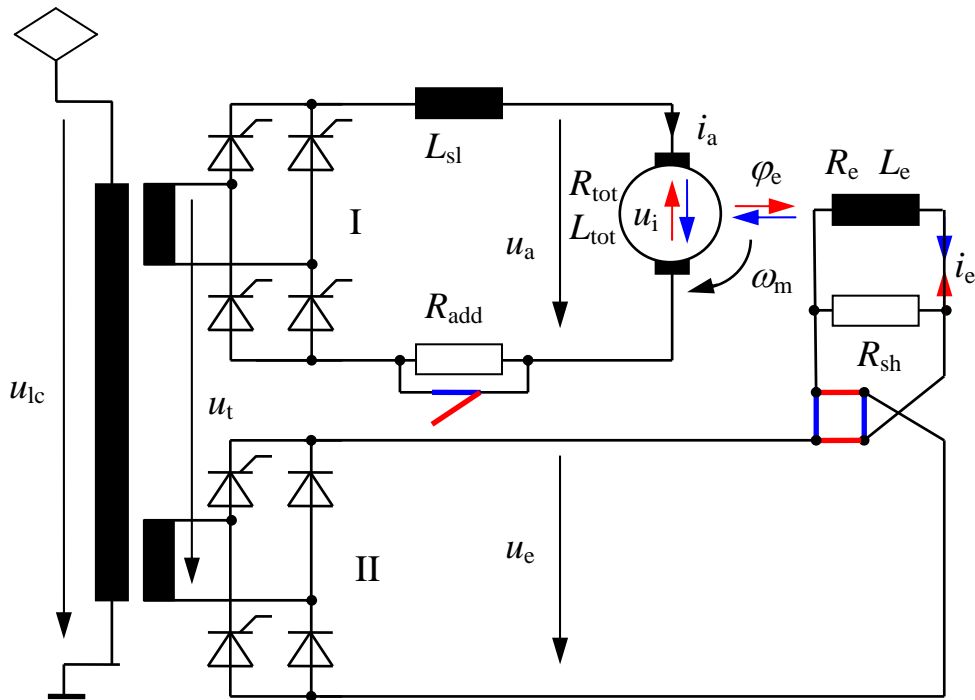

Fig. 4.145 Gleichstrommotor und Fremderregung: in **Fahren** und in **Nutzbremse**.
So in Fahren als in Bremsen kann man Fremderregung benutzen, mit einem anderen Transformatorsekundär und einem weiteren Gleichrichter (Fig. 4.145). Der Erregergleichrichter (II) kann so gesteuert werden, dass der Erregerstrom  $i_e$  den Ankerstrom  $i_a$  bis voll Öffnung des Hauptgleichrichter (I) folgt. Man heisst diese Schaltung fremderregter Motor mit Reihenschlusscharakteristik (RhB: Be 4/4). Die Kennlinie findet man auf Bild 4.143. Der Erregerstrom kann auch konstant bis voll Öffnung des Hauptgleichrichter gesteuert (SJ: X1). Die Kennlinie findet man auf Bild 4.143A. In beiden Fälle wird die Feldschwächung durch die Vergrößerung des Stromverzögerungswinkels in Brücke II erreicht. In Bremsbetrieb ist die Brücke I als Wechselrichter gesteuert und die Brücke II steuert den Erregerstrom um genug Induktionsspannung auch bei niedriger Geschwindigkeit zu erhalten.